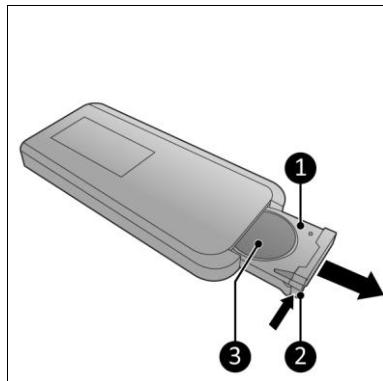

Figura 11
1. Apăsați pe buză (Figura 11, poz. 2) și scoateți fanta (Figura 11).
2. Scoateți bateria (dacă există) (Figura 11, poz. 3).
6. Scoateți acumulatorul din telecomandă (Figura 11).